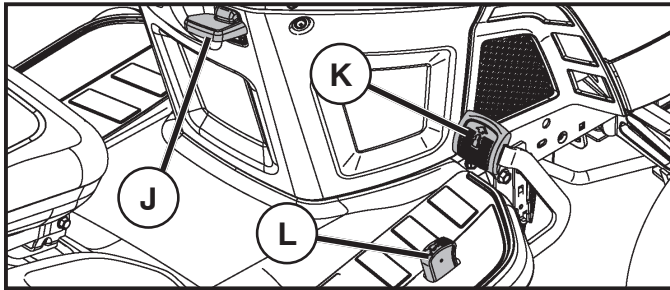

Fig. 7
POUR AVANCER ET POUR RECULER (Voir la Fig. 7)
- Appuyez doucement sur la pédale de marche avant (K) ou sur la pédale de marche arrière (L) pour commencer à vous déplacer. Plus vous appuyez sur la pédale, plus la vitesse au sol augmente.
COMMENT UTILISER LE RÉGULATEUR DE VITESSE (J) (Voir la Fig. 7)